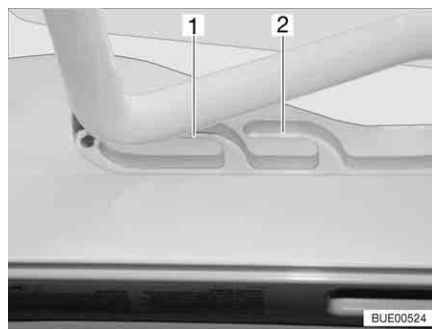
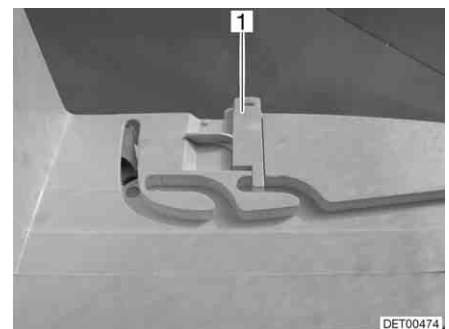

Fig. 113 Claraboya Heki en posición de ventilación
Fig. 114 Bloqueo de la posición de ventilación
La claraboya Heki se puede colocar en dos posiciones de ventilación: Posición de mal tiempo (Fig. 113,1) y posición mediana (Fig. 113,2). Según el modelo, la claraboya podrá ser bloqueada en la posición central con los dos pestillos (Fig. 114,1) a la izquierda y la derecha en el marco de la claraboya.
- Presionar el estribo ligeramente hacia arriba y empujarlo en la guía seleccionada (Fig. 113,1 ó 2) y, si fuera necesario, bloquearlo.